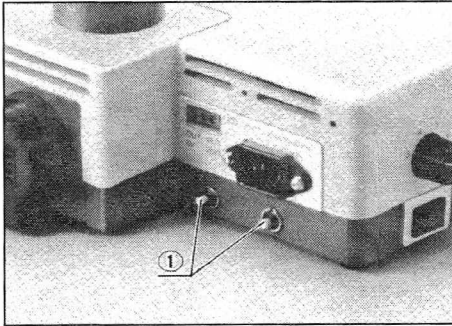

Abb. 26
Fällt die Glühlampe aufgrund einer Schwankung der Eingangsspannung o.ä. aus, sind die Leistungsunterbrecher ① an der Rückseite des Beleuchtungssockels zu drücken (Abb. 26).